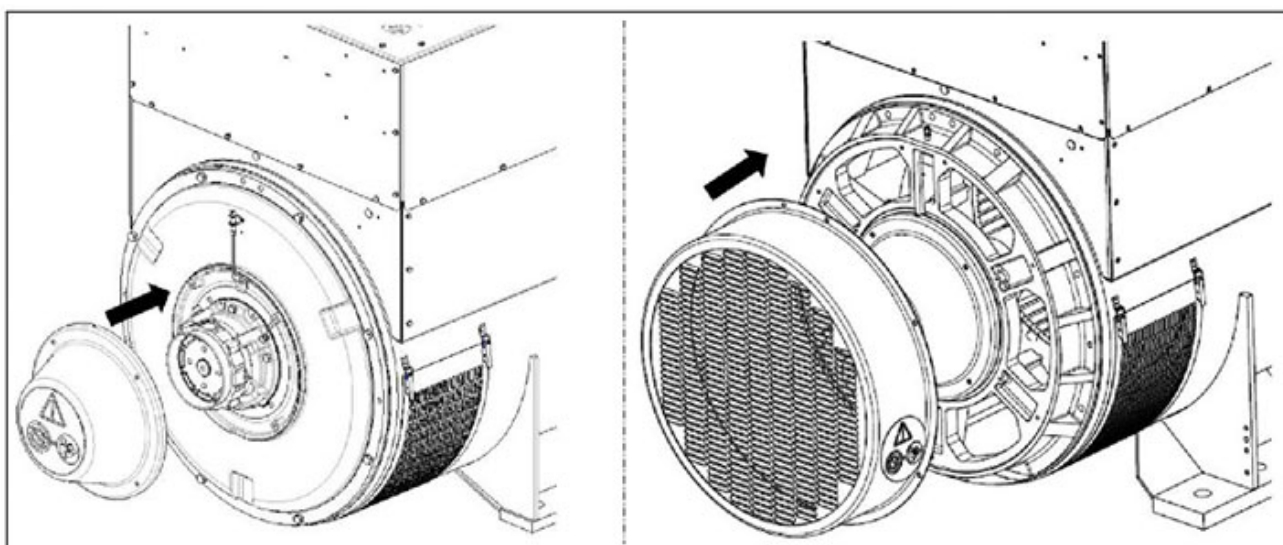

FIGURA 18. INSTRUÇÕES DE INSTALAÇÃO E REMOÇÃO DA COBERTURA DE APOIO AO TRANSPORTE DO ROTOR
1. Remova todas as coberturas necessárias para aceder aos parafusos de apoio ao transporte do rotor. Consulte: Figura 18 na página 34.
1. Remova todas as coberturas necessárias para aceder aos parafusos obturadores de apoio ao transporte do rotor. Consulte: Figura 18 na página 34.